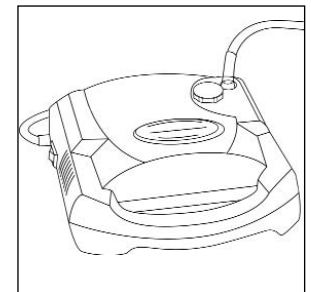

Figure 2
3. Placer le compresseur de manière à ce que les pieds en caoutchouc reposent sur une surface stable et plate (**Figure 2**) afin de faciliter l'accès aux commandes en position assise. Ne jamais bloquer les orifices à air du produit ou le placer sur une surface molle, comme sur les genoux du patient, un lit ou un canapé, où les orifices à air pourraient être obstrués.
6. Brancher l'une des extrémités du tube du nébuliseur dans le connecteur d'admission d'air (**Figure 2**).